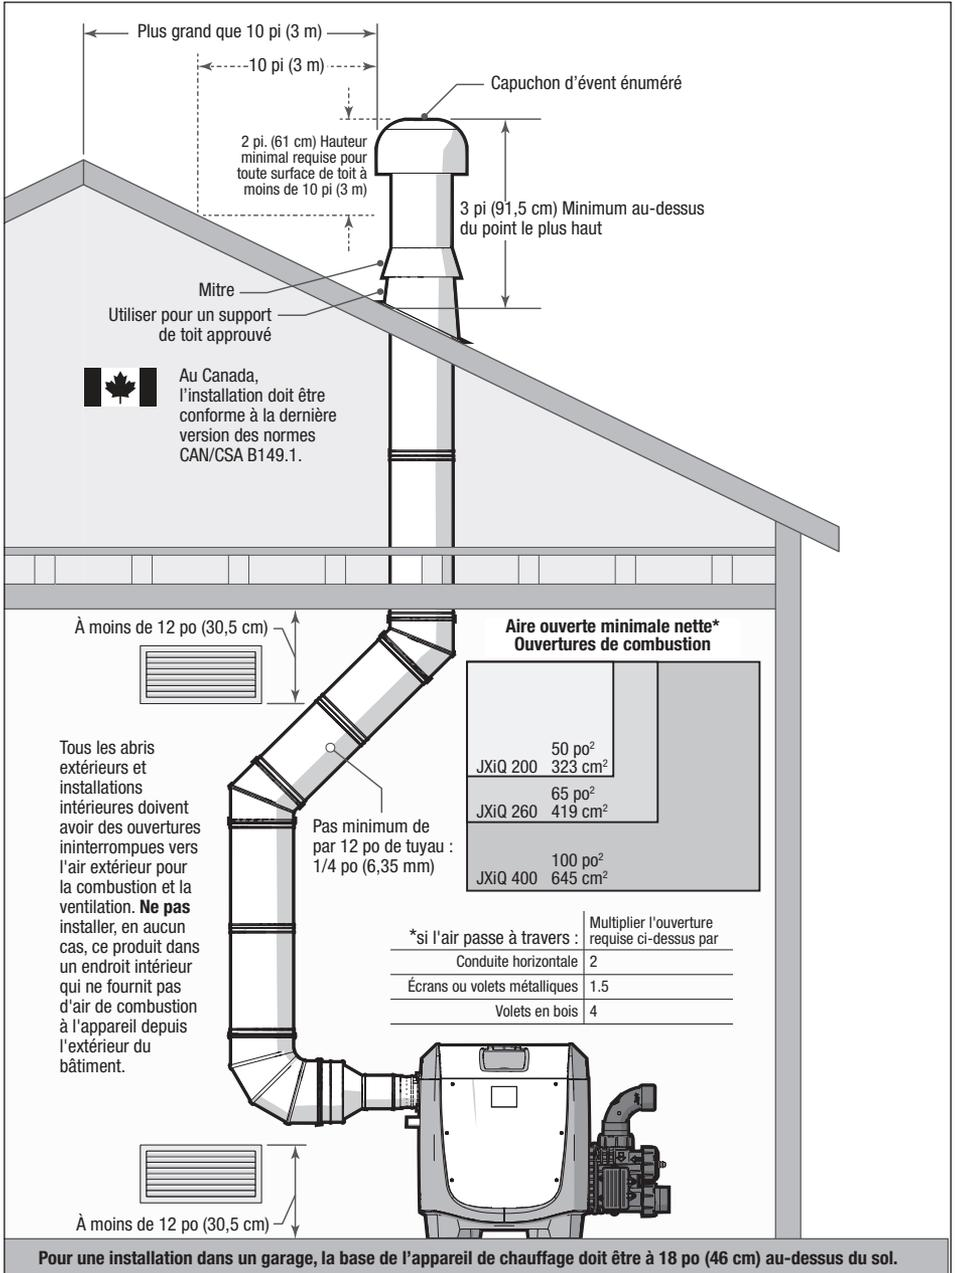

Figure 4. Installation intérieure et sous abri extérieur
Lorsque l'air de combustion est fourni directement à travers un mur extérieur, chaque ouverture doit avoir une surface libre minimale de 2,5 cm² (1 po²) par entrée de 4 000 BTU/h (1,2 kW) de la puissance d'entrée totale de tous les appareils dans la zone fermée. Si l'air de combustion doit passer directement à travers des conduits horizontaux, chaque ouverture doit avoir une surface libre minimale de 2,5 cm² (1 po²) par entrée de 2 000 BTU/h (1,2 kW) de la puissance d'entrée totale de tous les appareils dans la zone fermée. Les détails se trouvent dans la *Figure 4*.
Les informations sur la « zone dégagée libre nette minimale » de la *Figure 4* Installation intérieure et sous abri extérieur ne s'appliquent pas aux installations où des ventilateurs d'évacuation ou des soufflantes de tout type sont utilisés. Tout équipement qui évacue l'air de la pièce où l'appareil de chauffage est installé peut réduire l'alimentation en air de combustion, ce qui peut entraîner une mauvaise combustion, une efficacité et une fiabilité réduites de l'appareil de chauffage et une augmentation des émissions. Cela pourrait entraîner l'accumulation de produits de combustion dans la pièce. De l'air supplémentaire doit être fourni pour compenser une telle évacuation. Consulter un ingénieur professionnel pour s'assurer que les installations où des ventilateurs d'évacuation ou des soufflantes sont utilisés sont conçues et installées conformément à tous les codes d'installation locaux et nationaux applicables.
- Les acheminements horizontaux doivent être inclinés vers le haut à partir de l'appareil de chauffage jusqu'à un terminal de ventilation à un minimum de 2 cm/m (1/4 po par pied) horizontal. Voir la *Figure 4*.
Catégorie I : La ventilation de l'appareil doit être verticale et sortir par le toit. L'événement doit sortir à au moins 61 cm (2 pieds) au-dessus de tout objet à moins de 3,05 m (10 pieds). La sortie doit passer par un support de toit correctement installé et approuvé, un collet de solin de taille appropriée et un capuchon d'événement homologué. Voir la *Figure 4*.